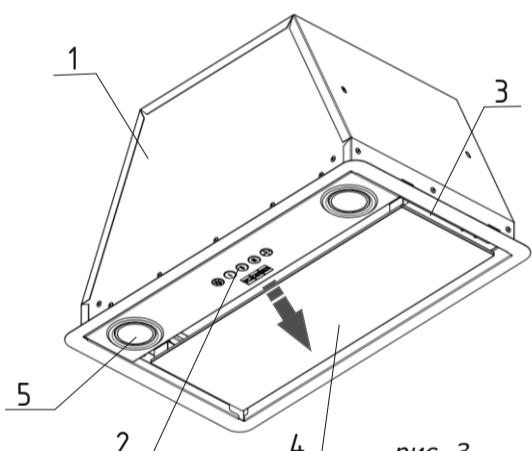
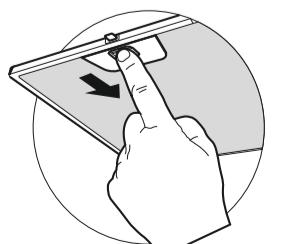

рис. 3
рис. 4
- Снимите алюминиевый фильтр: предварительно откройте стеклянную откидную панель, потянув ее вниз (по стрелке рис.3), а затем нажмите на пружинный замок на фильтре и потяните его вниз и на себя (рис. 4).